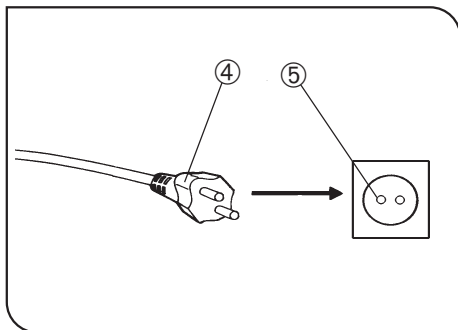

Abb. 25
2. Den Netzkabelstecker ④ an eine dreipolige Wandsteckdose ⑤ anschließen. (Abb. 25)